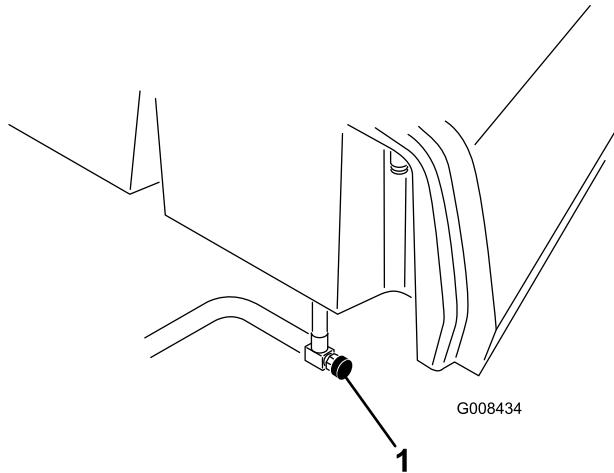

図 39
1. 長期間保管する場合には燃料バルブ (図 39) を閉じておく。